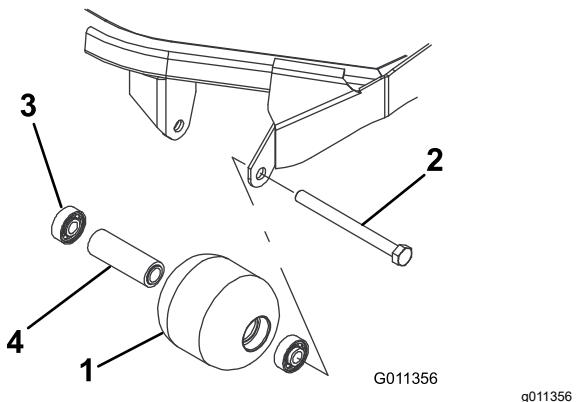

図 17
1. ローラ取り付けボルトを外す **図 17**。
4. ローラハウジング、ベアリング、ベアリングスペーサに破損がないか点検する **図 17**。破損している部品を交換し、組み立てを行う。
1. 第一のベアリングをローラハウジングに押し込む **図 17**。アウターレースのみを押すか、インナーレースとアウターレースを均等に押すかする。
2. スペーサを入れる **図 17**。
3. 第二のベアリングをローラハウジングに入れる **図 17** このときは、インナーレースがスペーサに接